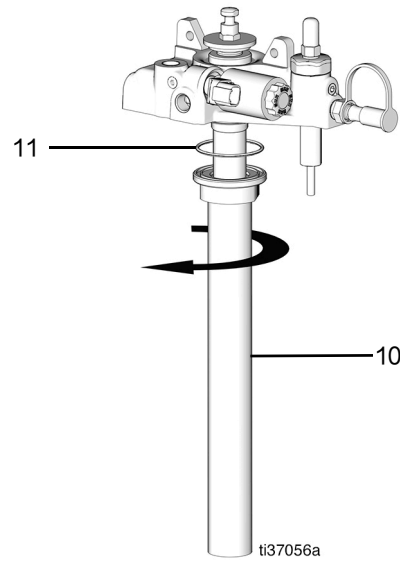

图 35
14. 用管道扳手卸下管中管 (10)。确认 O 形圈 (11) 在管中管 (10) 内(图 35)。